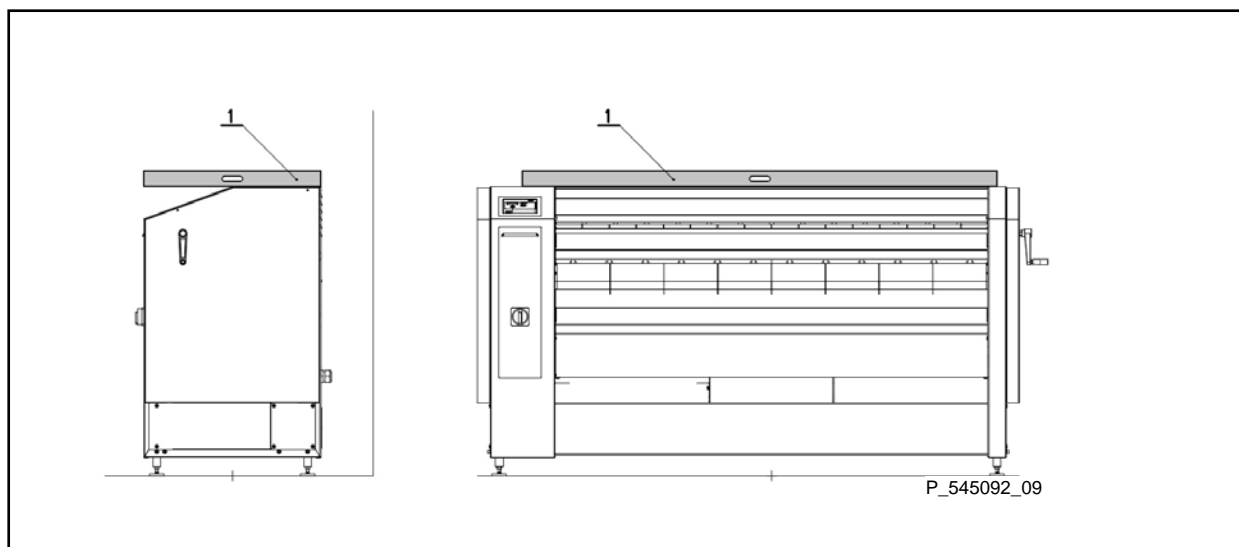

Figura 3.4.A.
- Figura 3.4.A. – controllo di livellamento della macchina in posizione longitudinale e trasversale tramite